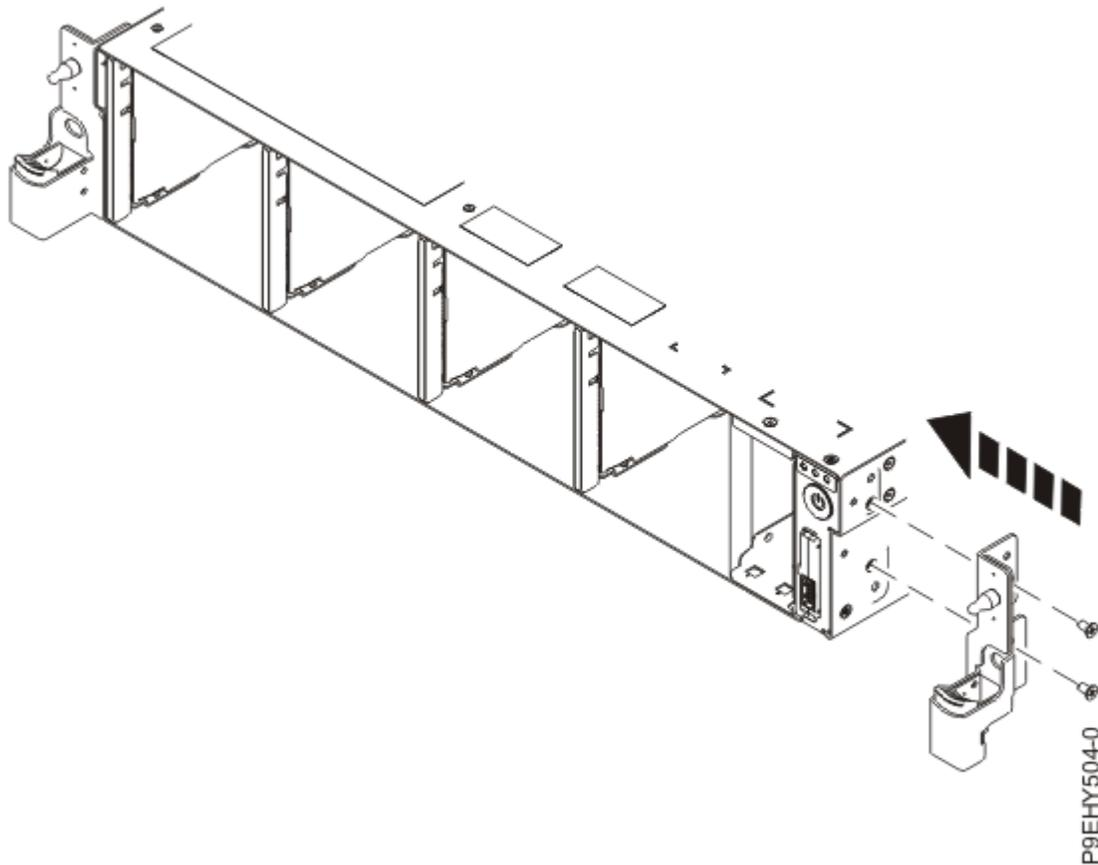

図 112. ラック取り付け支持具の再取り付け
7. システムの側面にラック取り付け支持具を再取り付けします (128 ページの図 112 を参照)。